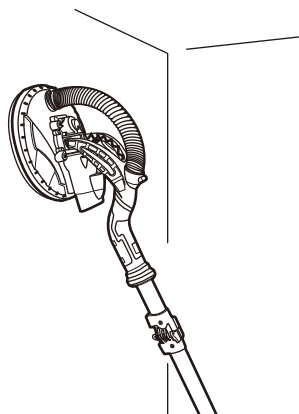

Fig. 15
- > Aplique uma ligeira pressão sobre o cabeçal da ferramenta, de modo que a folha de lixa contacte com a superfície de trabalho (Fig. 15 e 16).